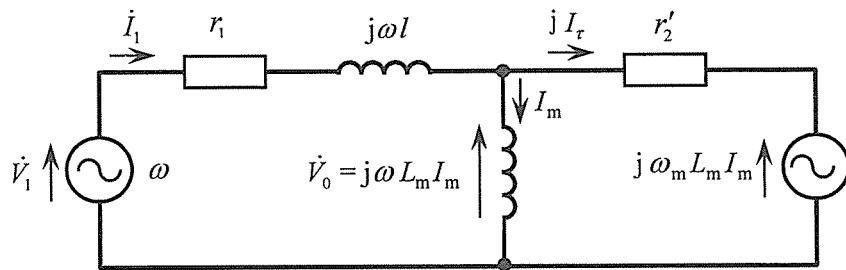

図 1 誘導機の等価回路（定常状態、一相分、一次換算）
図 1 は、三相誘導機の等価回路（定常状態、一相分、一次換算）で、漏れインダクタンスが一次側に集中するよう換算係数を調整し、すべりの代わりに回転子の回転角速度 ω_m [rad/s]（電気角換算）を用いたものである。図で、 r_1 [Ω] は一次抵抗、 r'_2 [Ω] は二次抵抗（一次換算）、 L [H] は漏れインダクタンス、 L_m [H] は励磁インダクタンスであり、簡略化のため鉄損を表す励磁コンダクタンスは無視した。また、電源の角周波数を ω [rad/s] とし、励磁電流 I_m [A] を位相の基準として、一次電源電圧 \dot{V}_1 [V]、誘起電圧 \dot{V}_0 [V]、一次電流 \dot{I}_1 [A] などのフェーザを表している。
2) 電流 \dot{I}_m を位相の基準としているので、 $\dot{I}_m = I_m$ となり、二次回路の逆起電力は $j\omega_m L_m I_m$ 、二次電流は jI_τ と表すことができ、図1より、式①～式④の基本式が成り立つ。